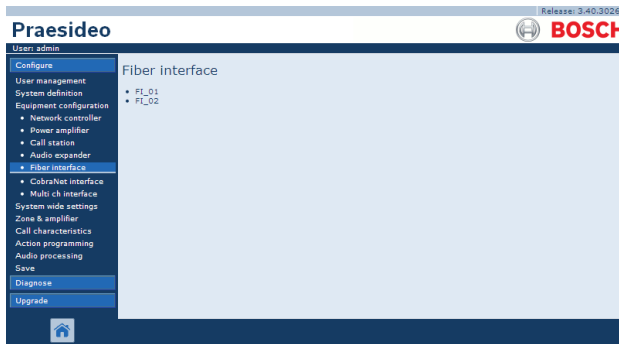

Abbildung 43.31: Konfiguration der LWL-Schnittstelle, Schritt 1
- 1 Gehen Sie zu *Configure > Equipment configuration > Fiber interface*. Im Main Frame der webbasierten Benutzeroberfläche wird ein Bildschirm angezeigt, der dem in Abbildung 43.31 gleicht.